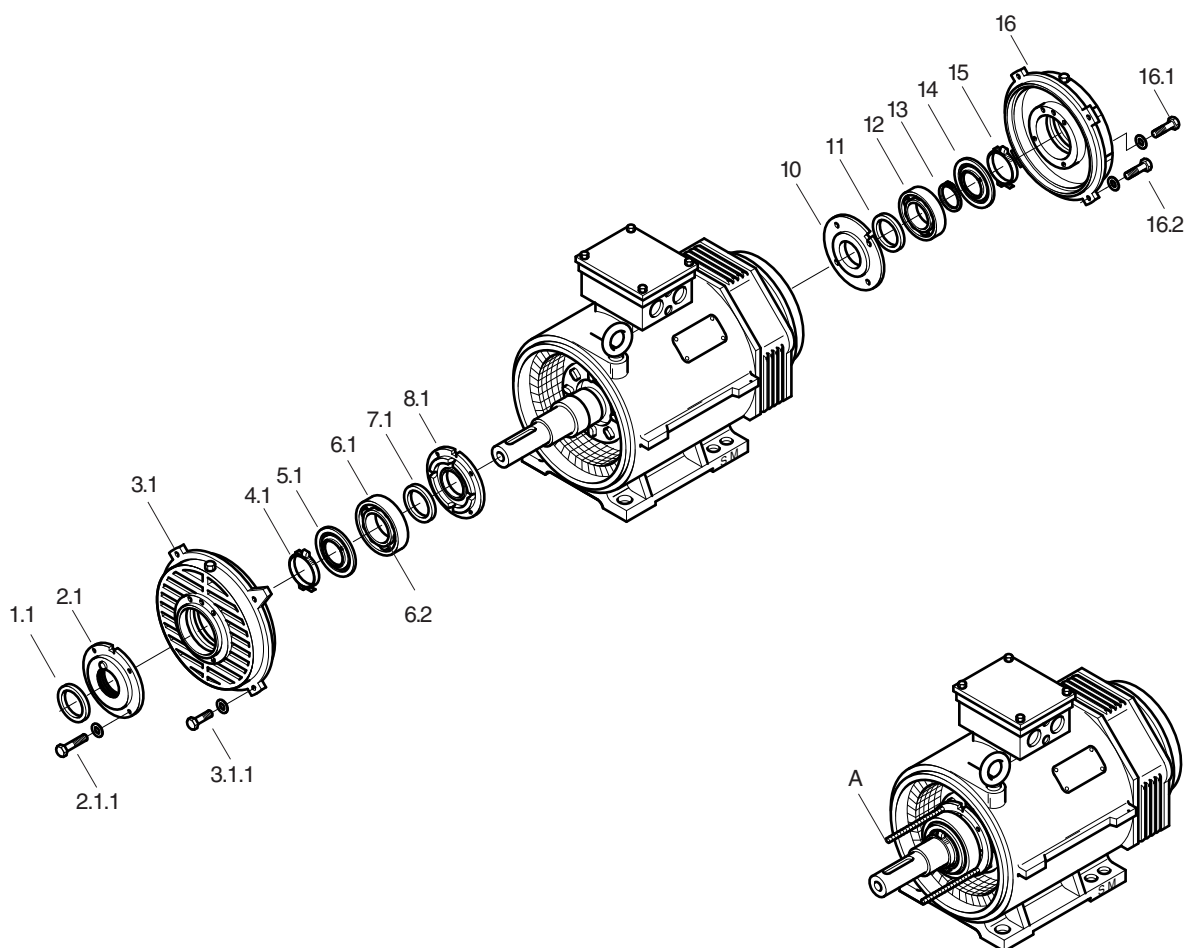

Bild 14: Lagerwechsel AH180 bis AH315
5.5.3 Demontage bei antriebsseitigem Zylinderrollenlager (→ Bild 14) (Für gegenseitiges Rillenkugellager, siehe 5.5.1)
5.5.4 Montage bei antriebsseitigem Zylinderrollenlager (→ Bild 14) (Für gegenseitiges Rillenkugellager, siehe 5.5.2)